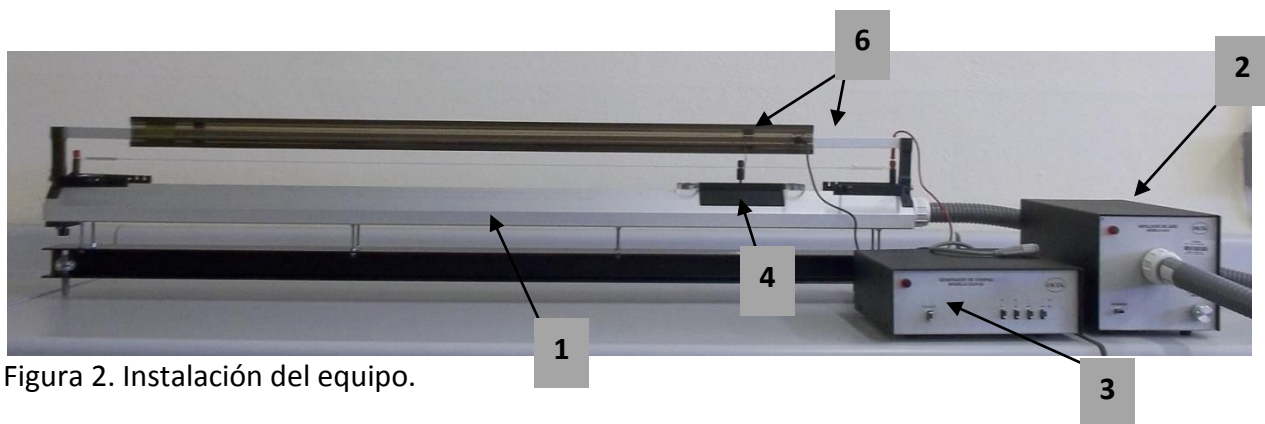

Figura 2. Instalación del equipo.
1. Instale el equipo como se muestra en la figura 2.